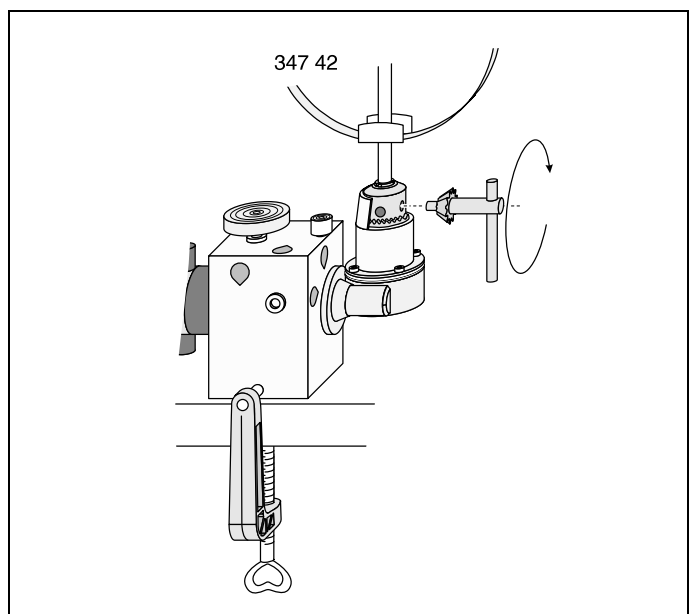

Fig. 3
fixer soigneusement l'appareil ou la poulie ⑫ avec la clé de serrage ⑮ conformément à la fig. 3.
Fijar cuidadosamente el aparato experimental o la polea de transmisión ⑫ según la fig. 3 por medio de la llave de apriete ⑮.